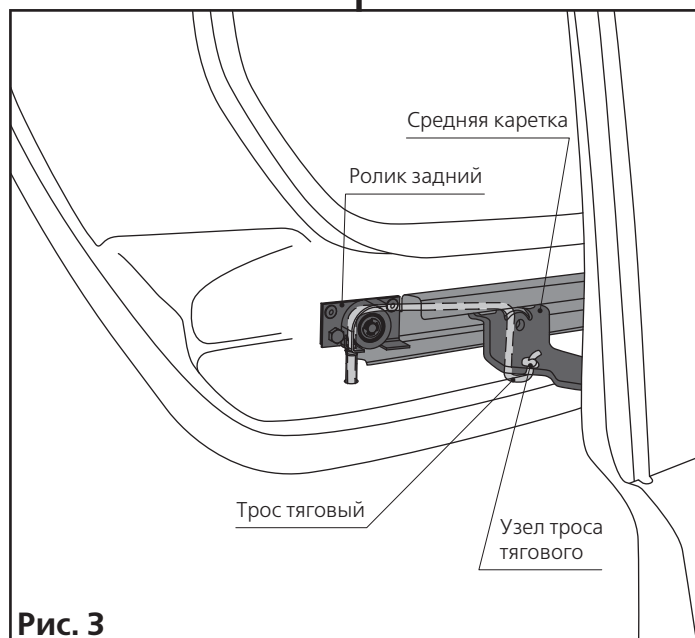

Рис. 3
4.1.6 Используя стальную проволоку, пропустите трос тяговый через ролик задний (рис. 3).
Свободный конец троса тягового спрячьте в отверстие, имеющееся рядом с крюком двери (рис. 3, стр. 41). После установки троса тягового проследите за тем, чтобы трос тяговый нигде не задевал за кромки узлов и деталей привода двери, элементы конструкций и острые кромки отверстий. При необходимости, выполните доработку.